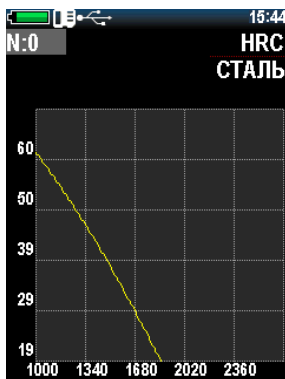

Рисунок 2.41 – Удаление пользовательской градуировки
- Для удаления пользовательской градуировки, перейдите в режим пользовательской градуировки и установите значение 0 для параметра N (рис. 2.41).